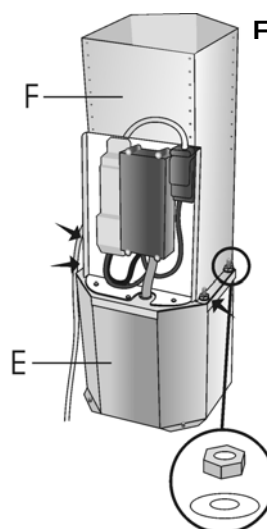

Fig. 11
8. Retirar las 4 tuercas y las cuatro arandelas en U y quitar el bloque del motor (E) de la estructura inferior (F) - Fig. 11.